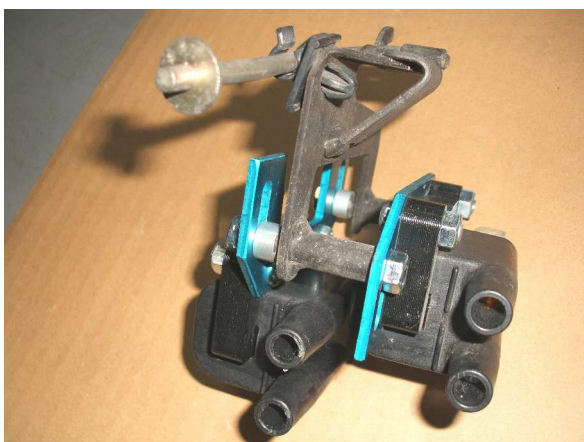

図1、SP II コイル取付(リアから見た場合)
- ①シート、左右サイドカバー、ガソリンタンクを外しノーマルイグニッションコイル及びイグナイタユニット(バッテリー上方にあります)を取外して下さい。
- ②8ページ「プラグコードコネクタ装着方法」に従ってプラグコードを SP II コイルに装着して下さい。プラグコード／キャップはリーク防止のため、新品又は良品を使用して下さい。
- ③SP II イグニッションコイルを付属の6 * 50mmボルト、及び6 * 6mmスペーサを使用してフレームなどに当たらないように位置を調整して取り付けて下さい。左側が#1 & #4用、右側が#2 & #3用コイルです(図1, 2)。取付スペースが狭いので、コイルとブラケットの組立はヘッド上部で行って下さい。
- ④SP II ワイヤハーネスを別紙配線図のように接続して下さい。SP II コントロールユニットは、水などが溜まらないようにスイッチ面を横向きにして固定して下さい。ノーマルイグナイタを外したコネクタ、ノーマルコイルの余った端子、ヘッドライト内の黄／緑端子、及びTPS端子はどこにも接続する必要はありません。TPSを使用しない場合は、SP II ハーネスTPS用の3端子はどこにも接続する必要はありません。コネクタのままか、ビニルテープなどで短絡しないように保護して下さい。点火マップは SP II コントロールユニット内で自動的に最適制御されます。